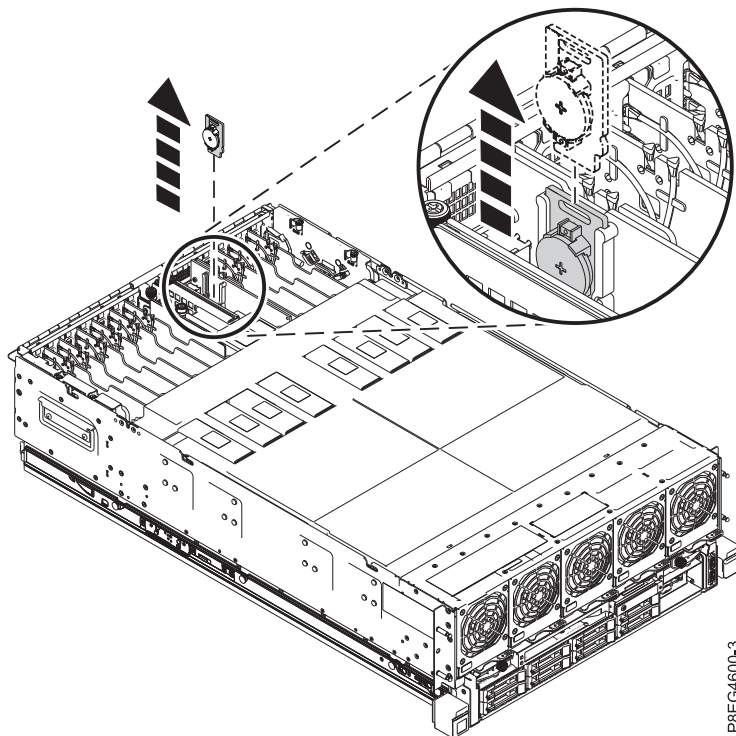

図 2. スロット P1-C5-C1 からの時刻バッテリー・カードの取り外し
2. 時刻バッテリー・カードの上部ハウジングをつかみ、図 2 に示すように、サービス・プロセッサ・カードのロケーション P1-C5-C1 にあるスロットから引き出します。